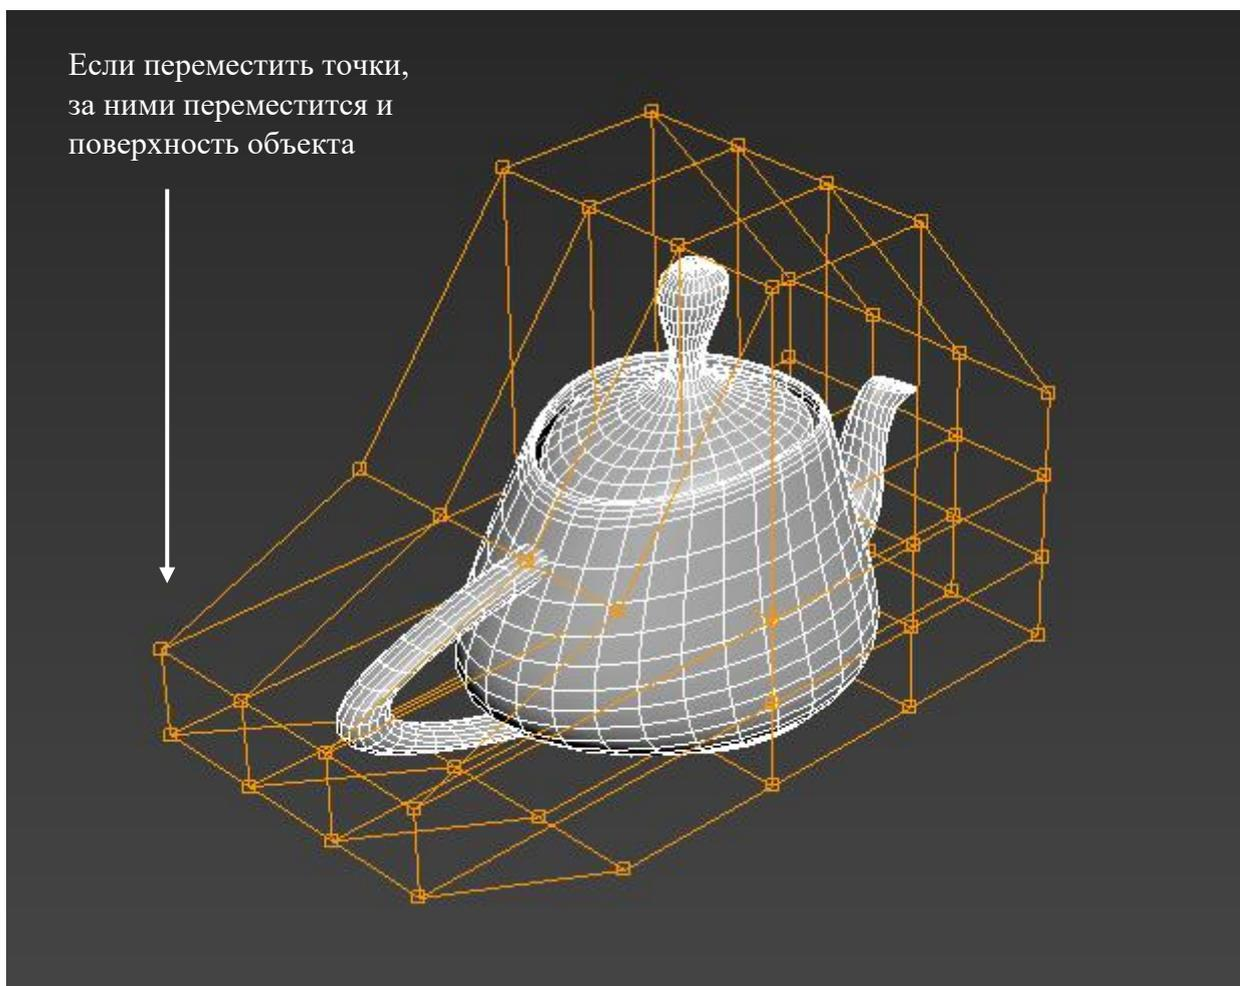

Рис. 45
**Control Points** – изменяет сетку вместе с формой объекта. Для изменения нужно выбрать одну или несколько точек и как-то изменить их положение. Вслед за точками переместится и поверхность объекта (рис. 45).